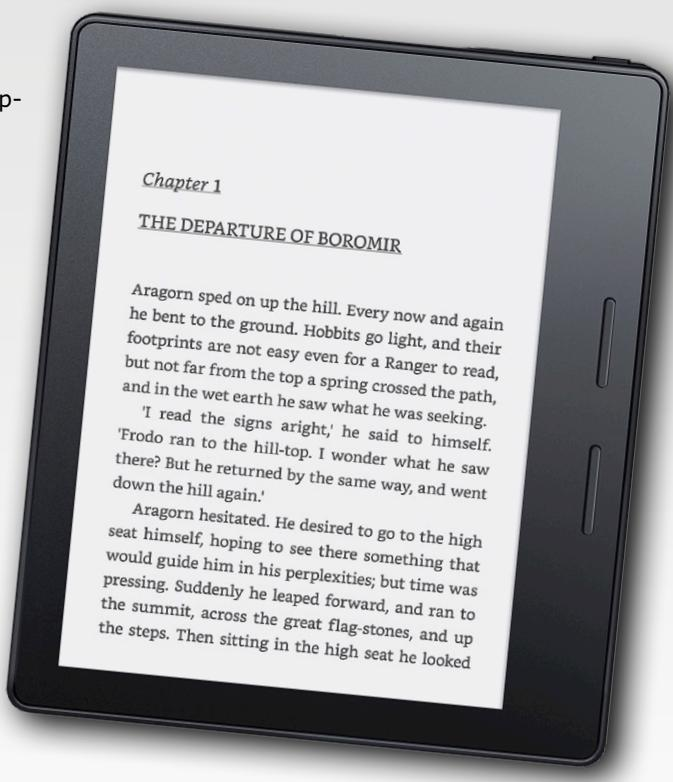

Figure 2. Liseuse Kindle sur e-paper.
- Appareils mobiles tels que les liseuses numériques (Kindle d'Amazon, **fig. 2**)
Un tel convertisseur MLI permet donc de produire très simplement des tensions avec une résolution aussi grande que désiré, simplement en augmentant le nombre de bits du comparateur et du comparateur. Mais cette solution a un inconvénient majeur : avant le filtre passe-bas, le signal est rectangulaire avec une fréquence assez faible, ici $10 \text{ MHz}/256 = 39 \text{ kHz}$. Plus le nombre de bits est petit, plus cette fréquence est basse, d'où un spectre en fréquence comprenant des raies parasites à 39 kHz et à ses multiples (cf. **fig. 2**), ce qui imposera un filtre passe-bas atténuant « suffisamment » le 39 kHz. J'ai déjà parlé de filtres anti-repliements dans mon précédent article, donc vous savez que ce n'est pas si simple. En pratique, soit ce filtre sera complexe et cher, soit il coupera à une fréquence nettement plus basse, typiquement quelques kHz, afin d'être physiquement réalisable. Ce n'est pas un souci si la valeur de sortie du CN/A ne doit pas changer fréquemment, mais cela le devient pour des applications plus rapides comme en audio.
Figure 2. L'inconvénient d'un signal MLI (gauche) est visible dans le domaine fréquentiel (centre, et zoomé à droite). Ici une composante de forte puissance est présente à la fréquence de la MLI, soit 39 kHz.